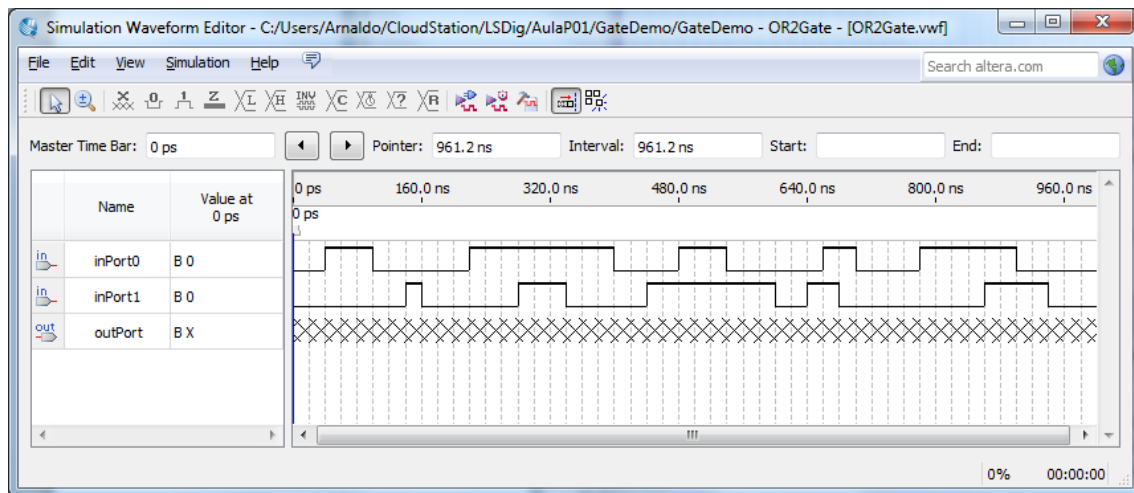

Figura 16 – Janela do simulador após a especificação das formas de onda de entrada.
10. Após premir “OK” poderá especificar os valores pretendidos ao longo do tempo para as entradas da “OR2Gate”. Utilize para tal o rato, selecionando os troços do diagrama temporal do sinal pretendido com o valor lógico que deseja que ele assuma (Figura 16).